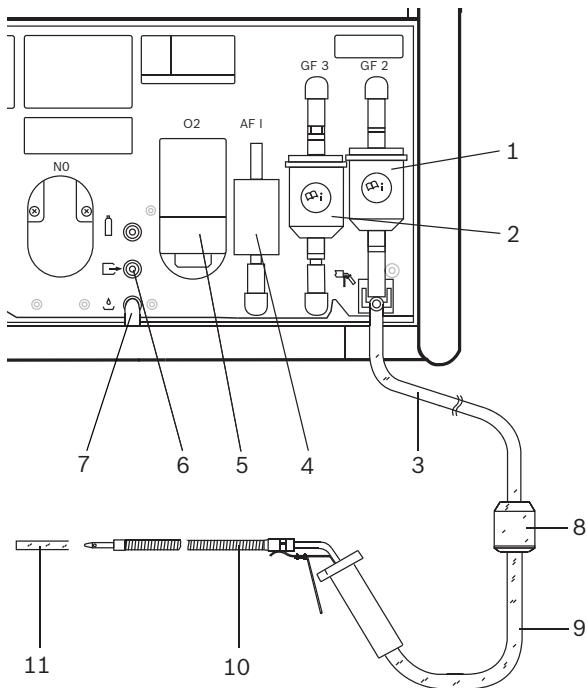

Fig. 3: BEA 060
- Cambio del filtro grueso GF1 (fig. 3, pos. 8) en la manguera de toma
- Cambio del filtro grueso GF2 (fig. 3, pos. 1), ver capítulo 5.4.4
- Comprobar si ambas mangueras de PVC están conectadas en las salidas de gas (fig. 3, pos. 6 y 7).
- Prueba visual de la sonda de toma (fig. 3, pos. 10).
- Sustitución del filtro de carbón activo (fig. 3, pos. 4) en la ruta del gas cero